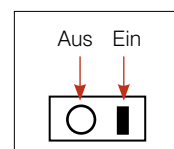

Abbildung B-1:
3. Schalten Sie den Netzschalter auf der linken Seite des Analysegerätes auf **ein** (Abbildung B-1). Der Startup-Bildschirm des VetStat-Analysegerätes wird angezeigt. Tippen Sie auf **OK**.